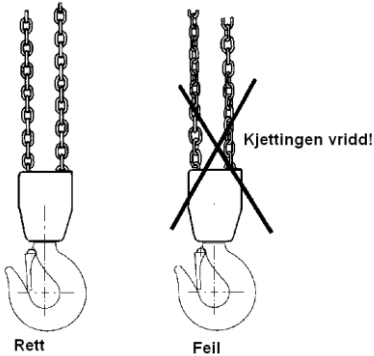

Fig. 3: Kjettningen må ikke være vridd
- Lastekjettingen må ikke ha knekk eller være vridd. For to- eller flerparts kjettingtaljer er det fare for at kjettingen blir vridd ved at underblokken vrir gjennom kjettingslyngen. Dette skjer vanligvis ved ommontering eller flytting av kjettingtaljen mellom ulike arbeidssteder. Se fig. 3.